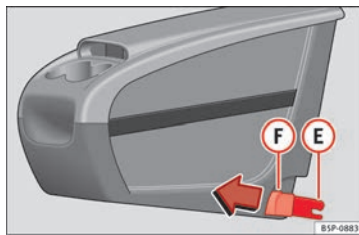
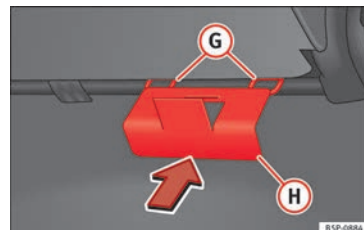

Fig. 93 Porta-objetos móvel. Montagem.
Fig. 94 Placa de fixação do porta-objetos móvel.
- Coloque a partir do interior do veículo, a placa de fixação **H** » **Fig. 94** do porta-objetos móvel, pela parte traseira do banco. Deve estar situada entre o encosto e o banco, na zona do lugar central.
- Coloque frente a frente as duas peças de fixação **(E)** » Fig. 93, com os dois anéis de fixação **(G)** » Fig. 94 e pressione com força até que as duas pinças encaixem totalmente nos anéis.
- Puxe cada um dos botões » Fig. 93 **(F)** das pinças (botões vermelhos) para a frente, até ouvir que desencaixaram.